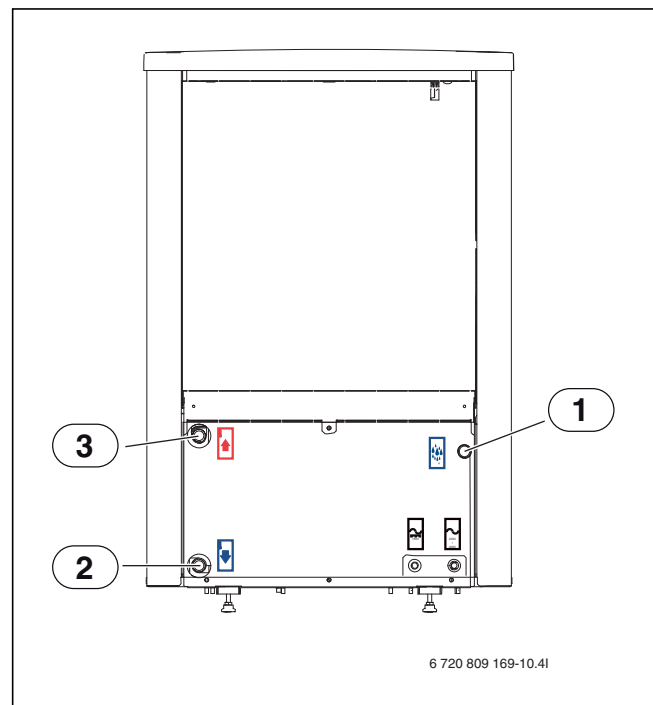

Bild 13 Anslutningar värmepump. beskrivningen gäller alla storlekar.
- ▶ Montera ett partikelfilter avsett för utomhusbruk på returledningen till värmepumpen, direkt på värmeväxlaren (→ [2], Bild 13).
- ▶ Anslut rör för värmebärare in från värmepumpsmodulen (→ [2], bild 13).
- ▶ Anslut rör för värmebärare ut till värmepumpsmodulen (→ [3], bild 13).